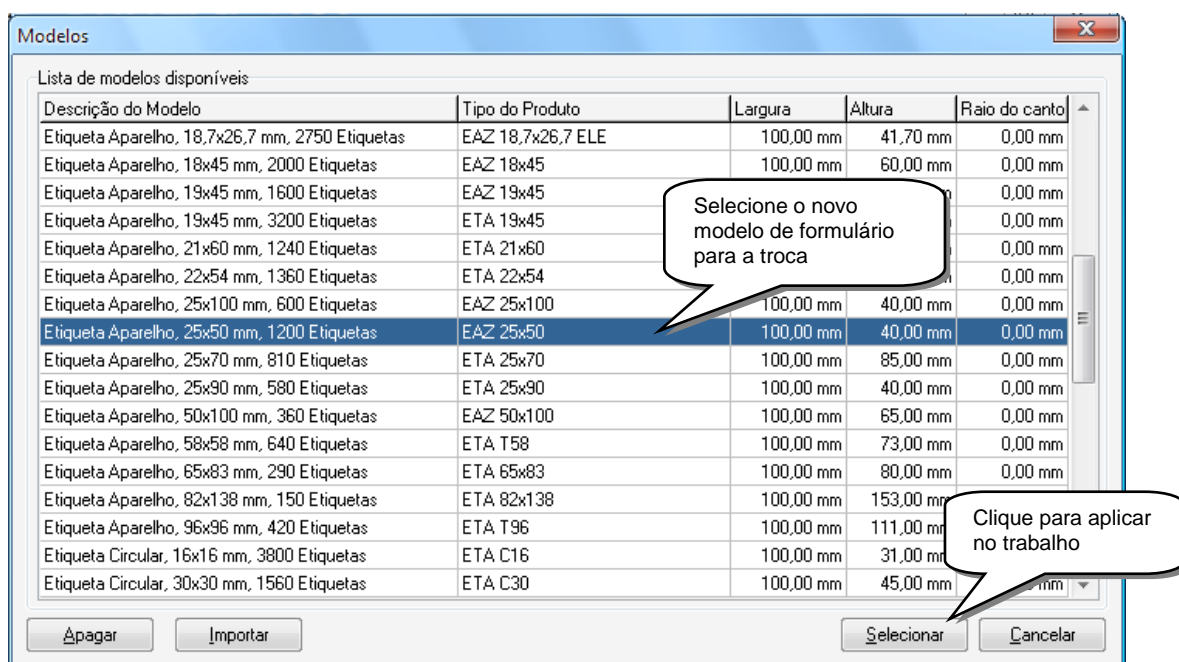

Figura 6.1.1.5
- Na janela que se abriu (figura 6.1.1.5), selecione o novo modelo desejado e clique em “Selecionar” para confirmar.